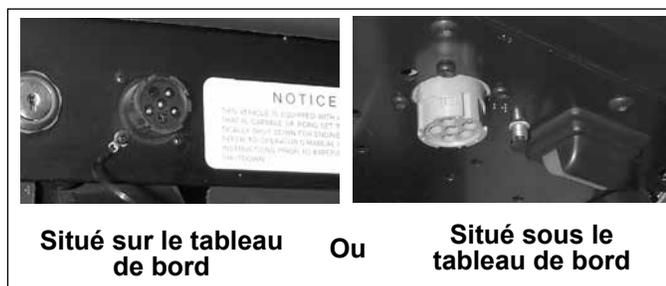

FIGURE 13 - EMLACEMENT TYPIQUE DU CONNECTEUR DE DIAGNOSTIC DU VÉHICULE (J1708/J1587, J1939)
3. Communique le code d'anomalie approprié sur le lien de diagnostic des communications série si nécessaire. Outils de diagnostic mobiles ou sur PC raccordés au connecteur de diagnostic du véhicule, généralement situé sur ou sous le tableau de bord (Cf. Figure 13).